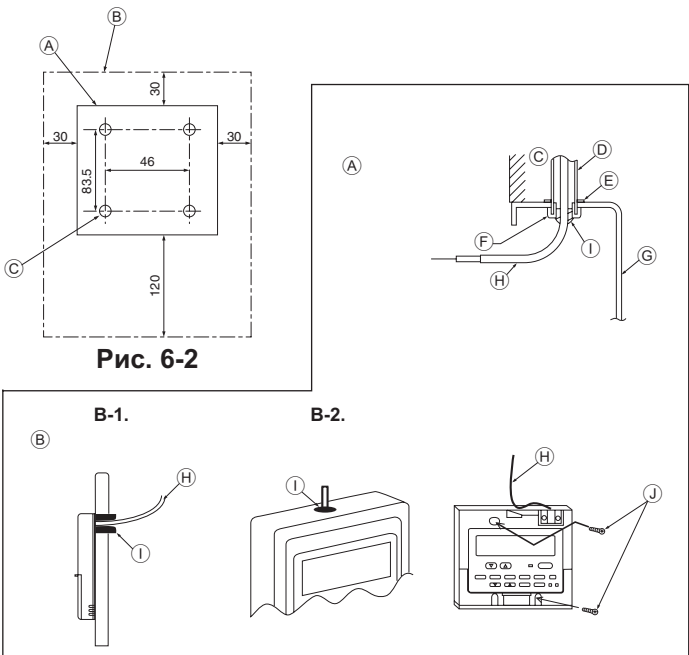

Рис. 6-3
- (2) Замажьте сервисный вход в пульт дистанционного управления замазкой для предотвращения попадания капель росы, воды, а также тараканов или червей. (Рис. 6-3)